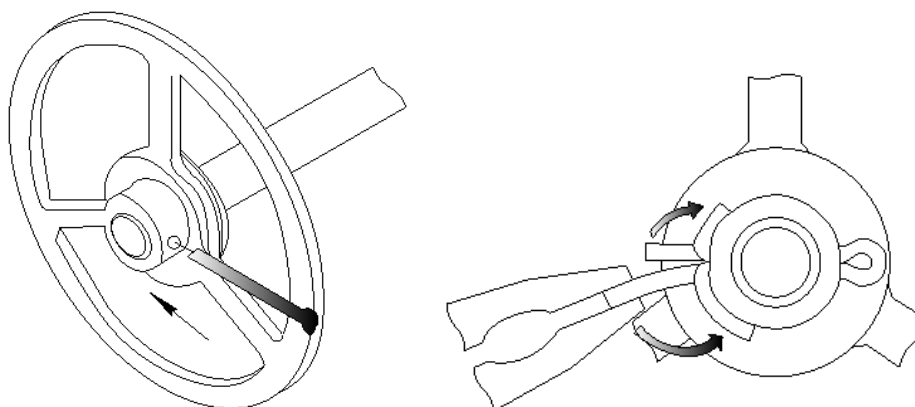

Рисунок 48 – Установка шплинта
- 4 Прочно закрепить шплинт (рисунок 48).